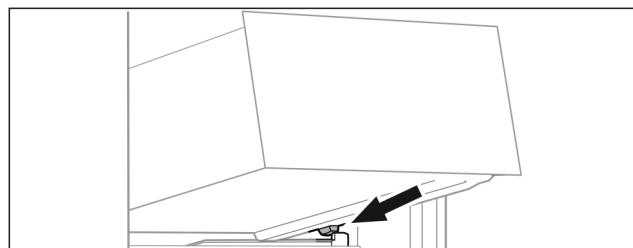

Fig. 67
- ▶ Встановити висувний ящик за стопорами на ребро для резервуару навкосо. (див. Fig. 67)